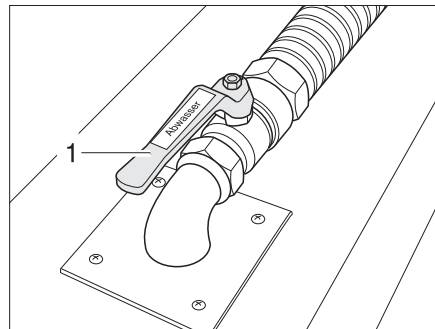

Bild 289 Abwasserhahn
Der Abwasserhahn (Bild 289,1) ist im Doppelboden angebracht. Der Abwasserhahn ist schwarz und durch den Schriftzug "Abwasser" gekennzeichnet.
- Abwasserhahn (Bild 289,2) öffnen. Das Abwasser läuft ab.